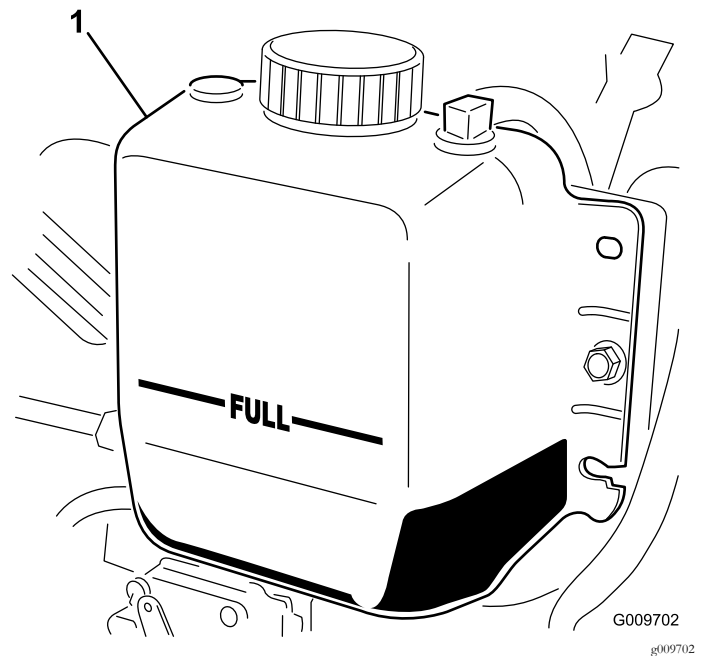

図 61
2. ラジエーター内部の液量を点検する。ラジエーターは補給口の首の部分まで、補助タンクはFULLマークまであれば適正です 図 61。